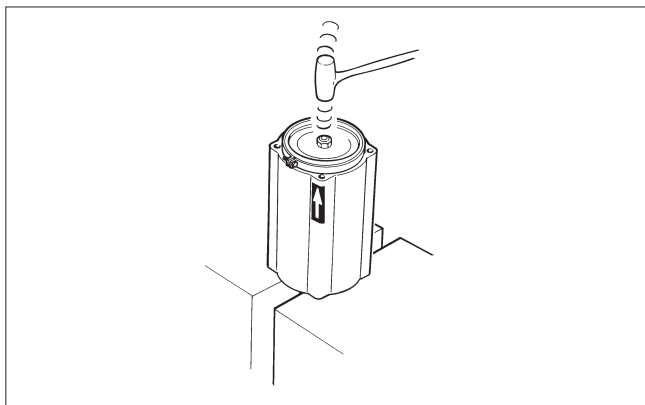

Fig. 13 Placera kolven i cylindern
- Hamra eller tryck in kolven i cylindern genom spänningen. Observera indikatorpilens riktning. Se fig. 13.
- Montera nya O-ringar (19). Byt ut cylinderändan och montera cylindern med kolven. Observera tilluftsöppningens placering: den måste motsvara frånluftsöppningen i cylinderbasen.
- Dra åt skruvarna (31) i manöverdonsstorlekarna B1J20 och mindre, eller dra åt muttrarna (45) i storlekarna B1J25 och större. Vridmomenten för båda anges i tabell 2.